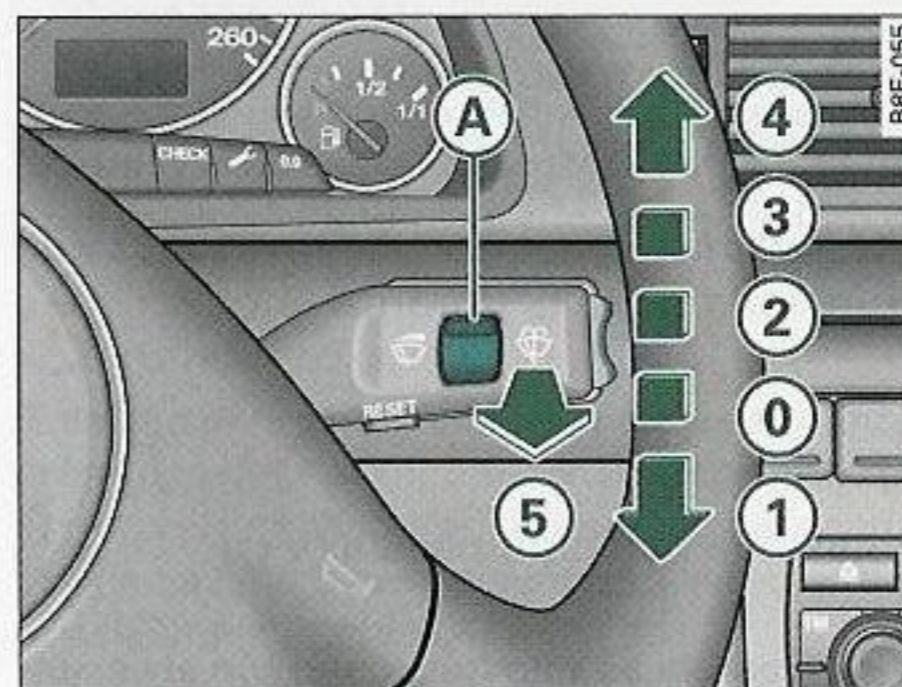

Fig. 75 Palanca del limpiaparabrisas
La palanca del limpiaparabrisas ⇒ fig. 75 tiene las siguientes posiciones:
Con las luces conectadas, accione el barrido automático del limpia / lavaparabrisas ⇒ *página 91*, fig. 75 (5) tirando de la palanca durante más de 1 segundo.